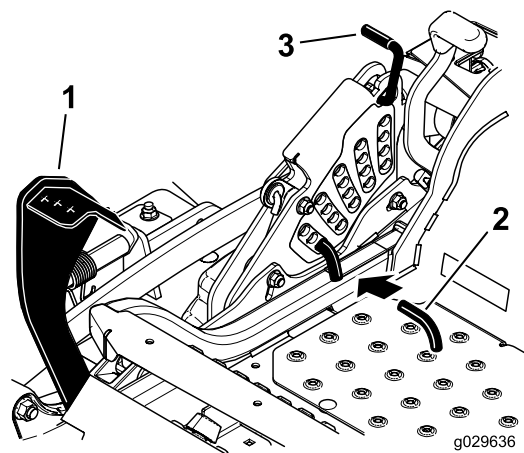

Figura 97
5. Premete completamente in avanti il pedale di sollevamento del piatto di taglio in modo che quest'ultimo si blocchi in posizione di trasporto a 14 cm (Figura 97).